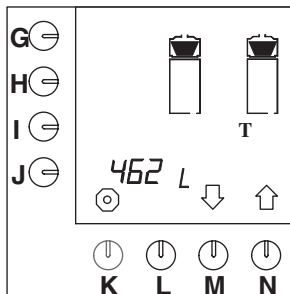

Abb. 28 Gesamtzählwerk für das Kaffeebrühsystem
- Jetzt erscheint das Gesamtzählwerk im Display. Die Gesamtanzahl der Liter Kaffee, die während der Lebensdauer des Geräts aufgebraut wurden, kann im Display abgelesen werden (Abb. 28).